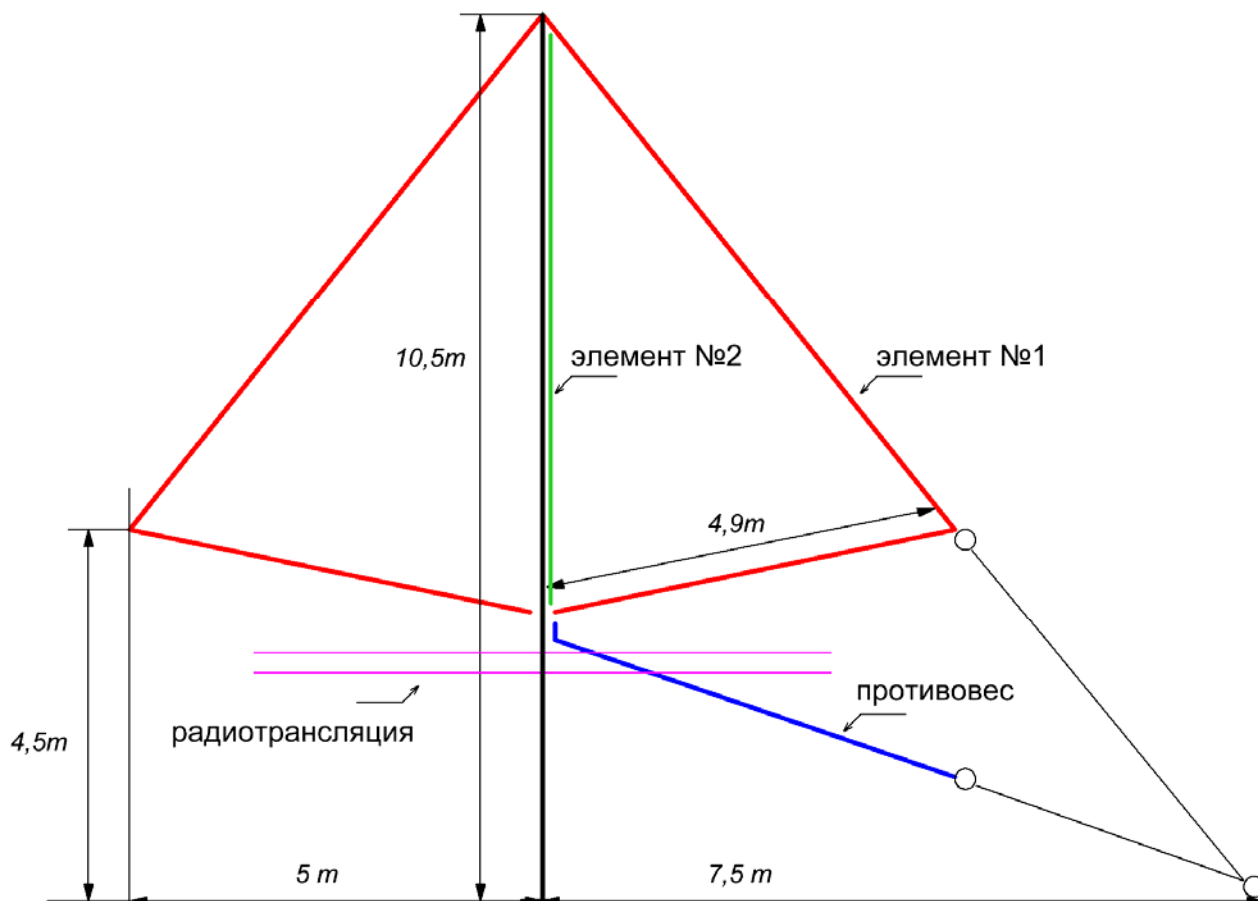

рис. 2
1. Рекомендуется поднять антенну и её противовесы выше проводов радиотрансляции, кабелей компьютерных сетей, кабельного телевидения и т.п. Для этого удобно использовать различного рода лифтовые и т.п. будки на крыше здания. Примерный вариант размещения антенны показан на рис. 2.